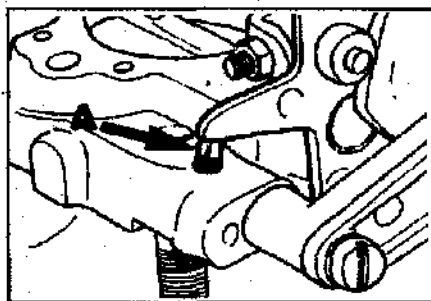

Рис.8 Упорный винт Iг заслонки.
- б) При необходимости регулировку проводят винтом (D).
- а) Ослабить упорный винт (А) и выкрутить так, чтобы он коснулся рычага (Рис.8).